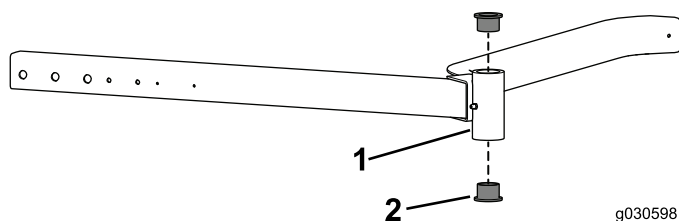

図 34
3. ポンチなどを使ってチューブからブッシュを取り出す 図 34。